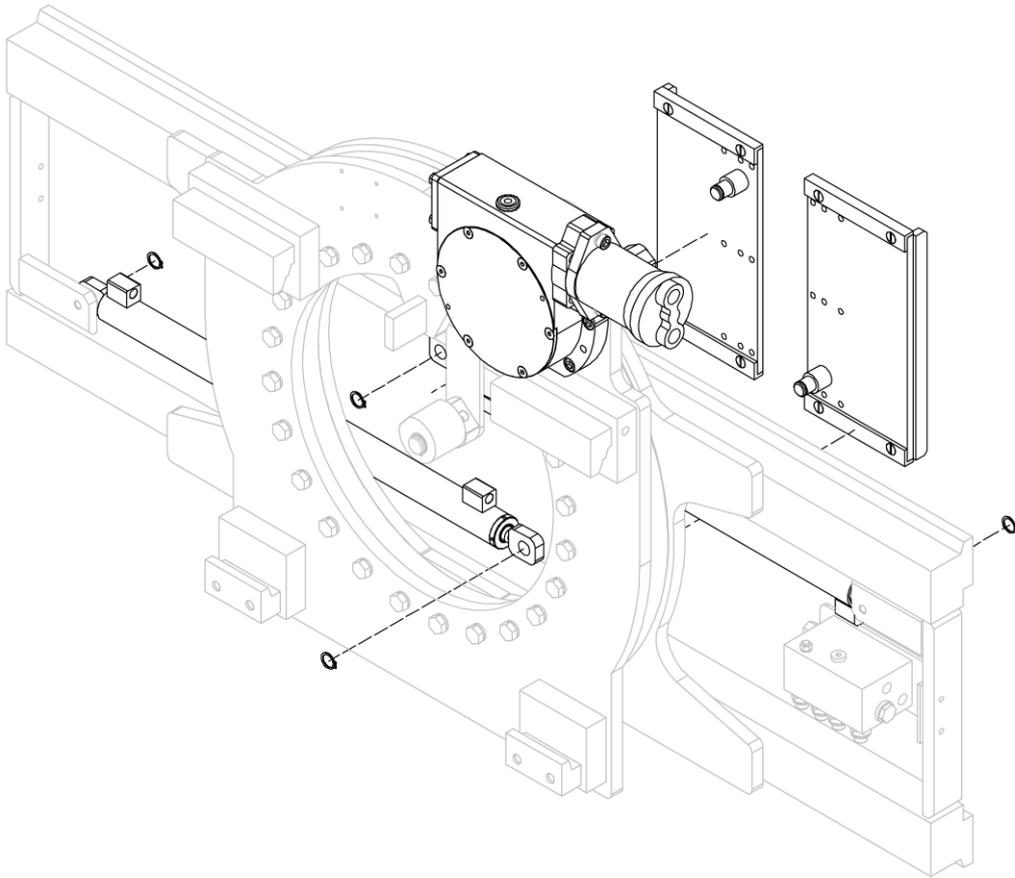

Figura 31
3. Retire las placas de las horquillas del equipo, después de quitar los anillos elásticos correspondientes que las unen a los cilindros (mira *Figura 31*).
4. Retire los cilindros, después de retirar los anillos elásticos que los unen a la estructura del equipo (mira *Figura 31*).